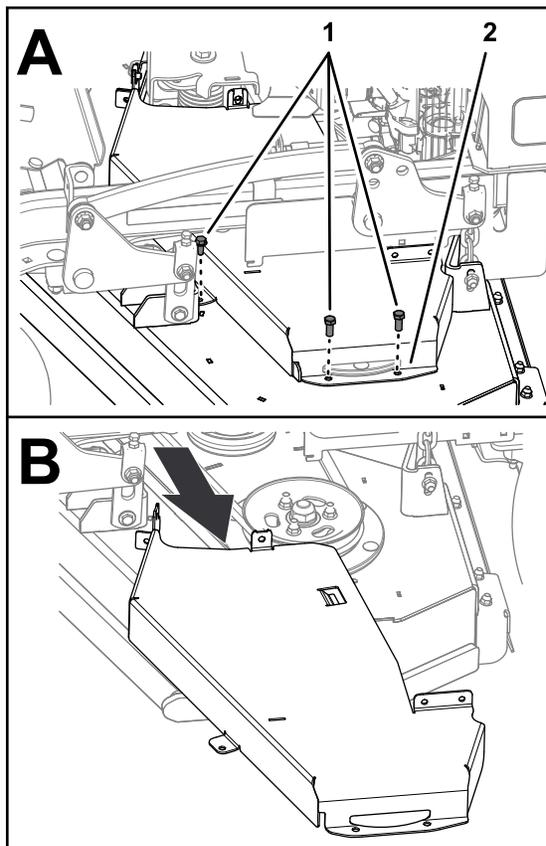

Рисунок 37
4. Удалите 3 болта, которые крепят левую крышку ремня к деке, и снимите крышку (Рисунок 37).